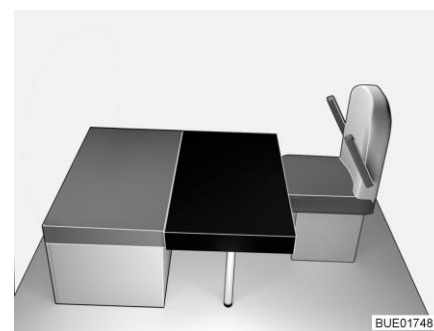

Fig. 156 Dopo la trasformazione
- Collocare il cuscino aggiuntivo rettangolare sul tavolo (davanti al cuscino dei sedili, vedi Fig. 156). La sezione nel cuscino aggiuntivo è appoggiata contro la parete di sostegno anteriore.